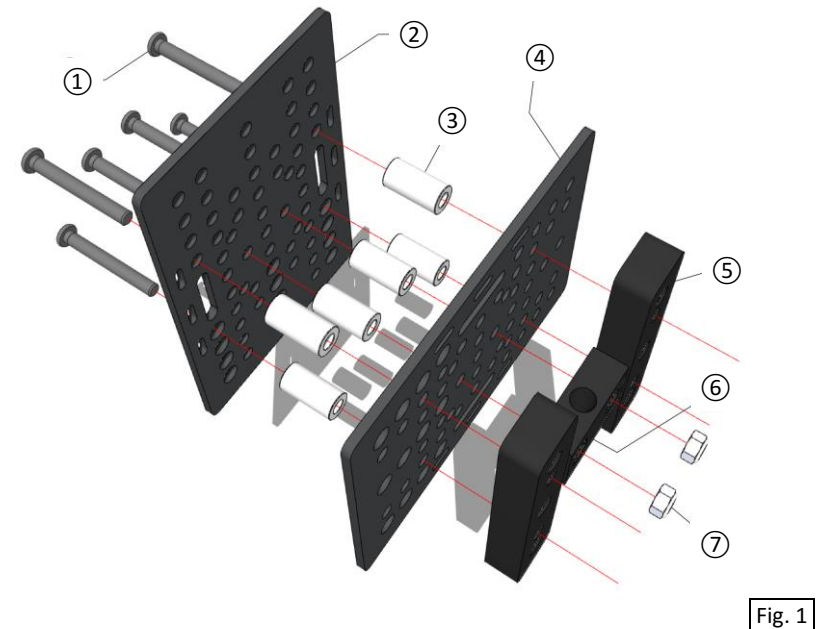
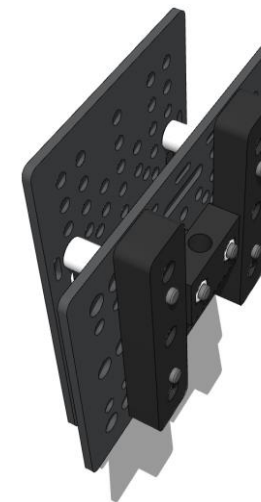

Fig. 1
Fig. 2
La **Fig. 1** muestra cómo iniciar el ensamble. La placa pórtico para V-Slot **④** se encuentra en posición horizontal a diferencia de la placa pórtico **②** que está en vertical. La placa pórtico **④** tiene los agujeros más grandes al lado izquierdo del ensamble, mientras que la placa pórtico **②** tiene los agujeros más grandes en la parte inferior. Los agujeros más grande son para las espaciadoras excéntricas. Las tuercas hexagonales de seguridad **⑦** entran en las inserciones del bloque de la tuerca Acme **⑥** y deben de ser posicionados opuestos a la placa pórtico **④**.
La **Fig. 2** muestra la pieza final de la **Fig. 1**. Utilice una escuadra de carpintero para comprobar si las dos placas pórtico **②** y **④** están alineados y atornille los cuatro tornillos que entran en el bloque espaciador para V-Slot. Deja los tornillos flojos que entran en el bloque de tuerca Acme. Esta pieza ya está terminada y podemos continuar al siguiente paso.
Fig. 1 shows you how to start the assembly. The V-Slot gantry plate **④** is placed horizontally unlike the gantry plate **②** that is placed vertically. The gantry plate **④** has the larger holes at the left side of the assembly, while the gantry plate **②** has the larger holes at the bottom. The larger holes are for the eccentric spacers. The nylon insert hex locknuts go into the insets of the nut block for the 8mm Acme lead screw and should be facing away from the gantry plate **①**.
Fig. 2 shows you the finished part of **Fig. 1**. Use the carpenter's or speed square to check if the two gantry plates **②** and **④** are lined up and tighten the four screws that enter the spacer block for V-Slot. Leave the screws loose that enter the nut block for the Acme lead screw. This part is now finished and we can continue with the next step.